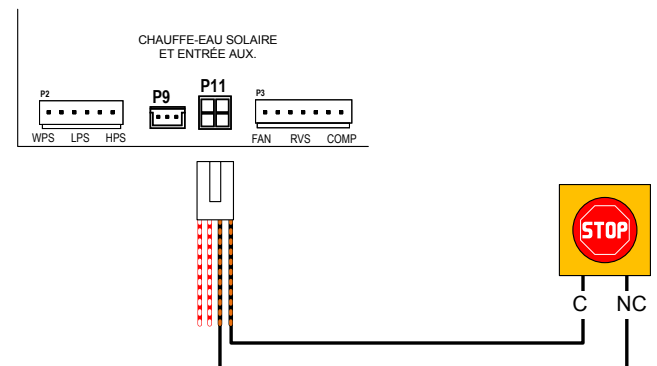

Figure 155. Câblage de l'entrée auxiliaire
2. A l'intérieur du boîtier de contrôle de l'appareil, connectez le câble à 2 fils à la borne « SOLAR » [P11] de la carte de contrôle à l'aide de l'adaptateur de faisceau « Solar Temperature Sensor/ Auxiliary Safety Input » fourni avec l'appareil dans la pochette d'accessoires. Veillez à n'utiliser que le fil orange avec des bandes noires pour relier le dispositif de sécurité externe. Consultez la Figure 155 pour plus d'informations.